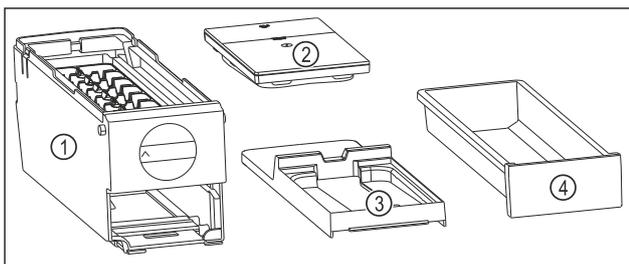

Fig. 98 Bestandteile des EasyTwist-Ice
- ▷ EasyTwist-Ice ist in vier Teile zerlegt. (siehe Fig. 98)
- ▶ EasyTwist-Ice nur in abgebildete Bestandteile zerlegen. (siehe Fig. 98)
- ▶ EasyTwist-Ice-Korpus Fig. 98 (1) als Ganzes reinigen.